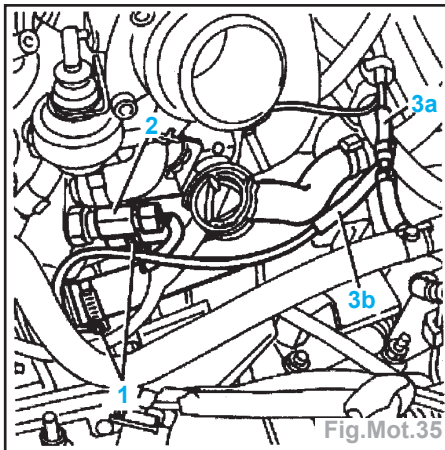

Fig.Mot.35
- les tuyaux (1) du thermostat, les tuyaux (3a et 3b) et déconnecter la prise (2) (Fig.Mot.35),